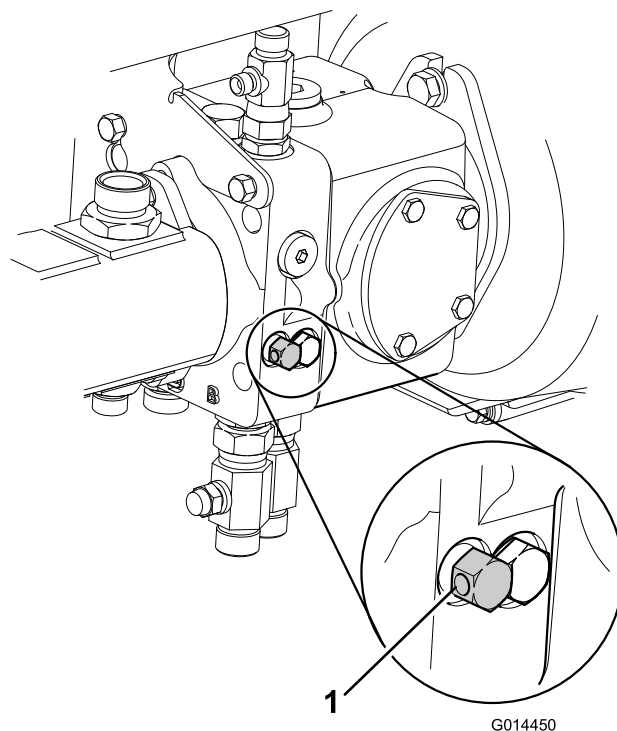

Figura 43
7. Deshabilite el sistema de frenado de servicio hidráulico girando la válvula de desvío, situada debajo de la bomba de la transmisión, un máximo de tres giros en sentido antihorario (Figura 43).